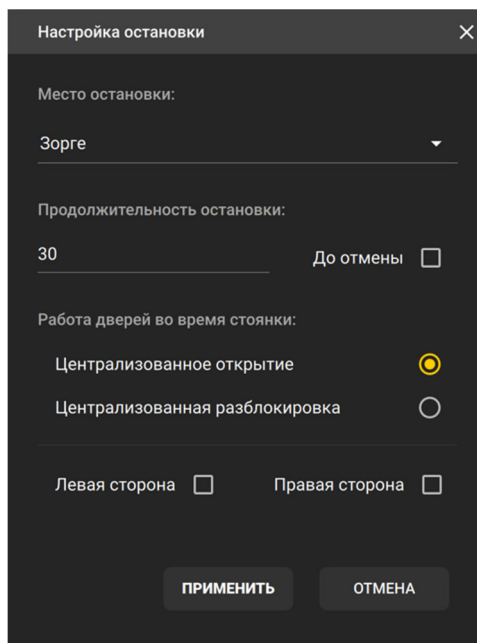

Рисунок 4.12 Настройка параметров безусловной остановки для группы поездов
2. В появившемся всплывающем окне (рис. 4.12) настройте параметры остановки (таблица 4.2):